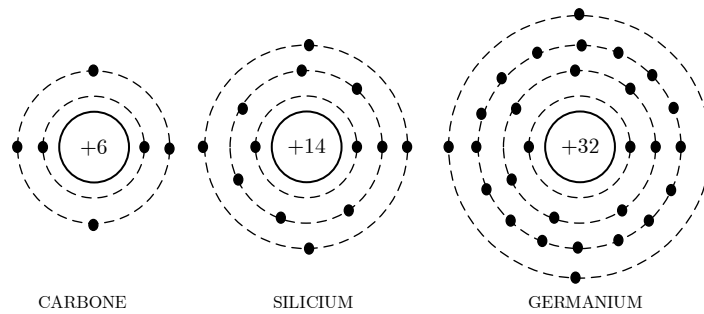

Figure 3.5
- ✓ Lorsque le nombre d'électrons de valence d'un atome est de 4 (c'est-à-dire exactement la moitié des 8 électrons maximum), le matériau possède à la fois des propriétés métalliques et non métalliques ; dans ce cas le matériau est ***un semi-conducteur***. Exemples : carbone, le silicium et le germanium (voir Figure 3.5).